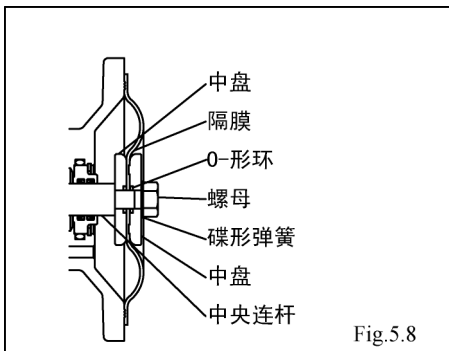

Fig.5.8
- 单边拉出隔膜，（B□T除外）在Fig.5.8的状态下安装外壳。临时固定螺栓。
- 拉出另一侧的隔膜，让隔膜反转（B□T除外），在Fig.5.8的状态下安装外壳。临时固定螺栓。